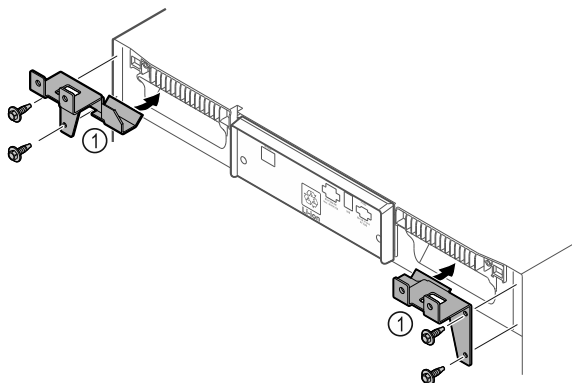

Fig. 10
- Monter les pièces de retenue Fig. 10 (1) sur l'appareil à l'aide de vis autotaraudeuses.